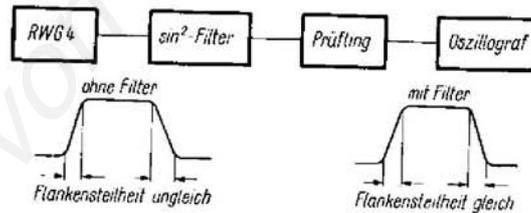

Bild 9 Ausgangsschaltung des RWG 4 mit Thomson-Filter
3.1.4 Der Innenwiderstand 75 Ohm bzw. 150 Ohm bleibt in beiden Halbwellen unverändert. Dadurch ist der Anschluß eines  $\sin^2$ -Filters (Thomson-Filter), welches den gleichen Verlauf des Anstiegs und Abfalles erreicht, ohne Reflexion möglich. (Bild 9)